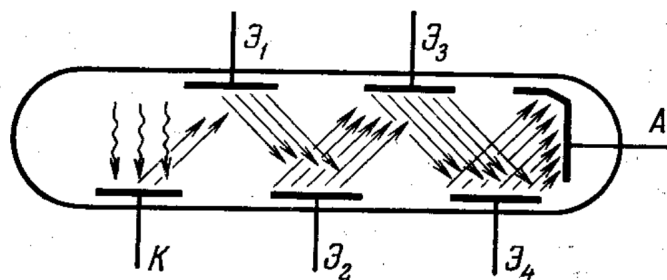

Рис. 1: Схема устройства фотоэлектронного умножителя
**Поляризация света.** Если исходная волна поляризована параллельно плоскости падения, то электрон фото- катода ускоряется не только полем, но и кулоновскими силами. Наблюдается резонанс при некоторой длине волны, поэтому квантовый выход больше. На рис. 1 приведена спектральная чувствительность катода  $S_\lambda$  в зависимости от длины волны для Na-K катода.